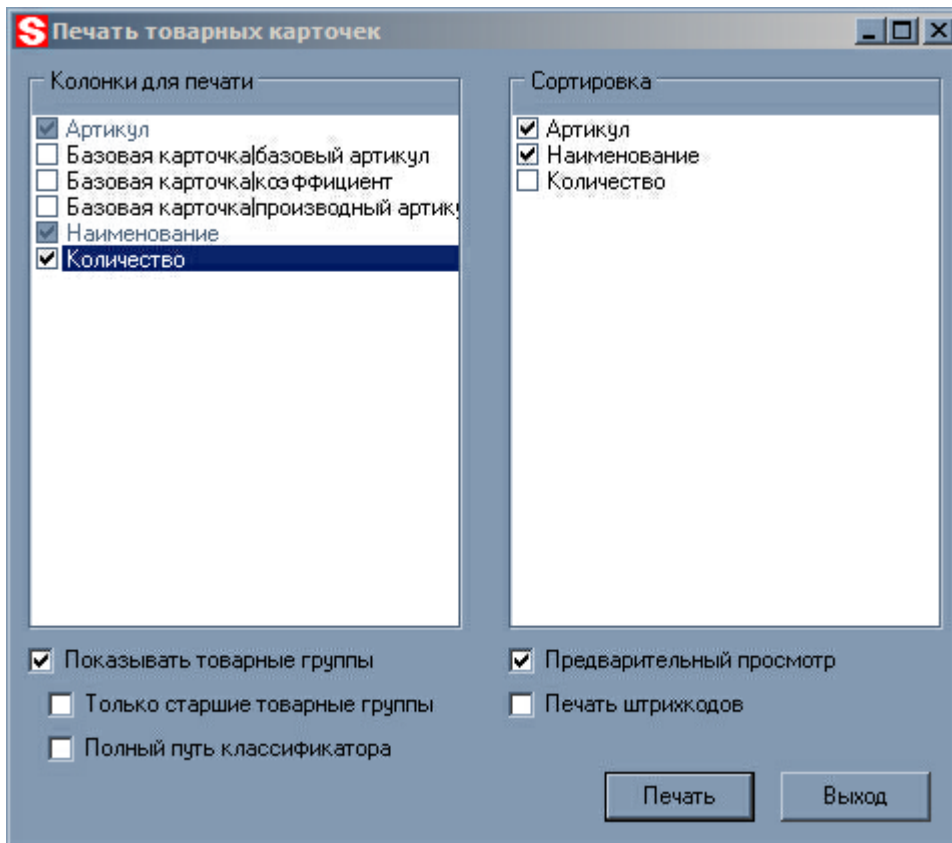

Рис. 1
3. В появившемся окне (см. рис. 1):